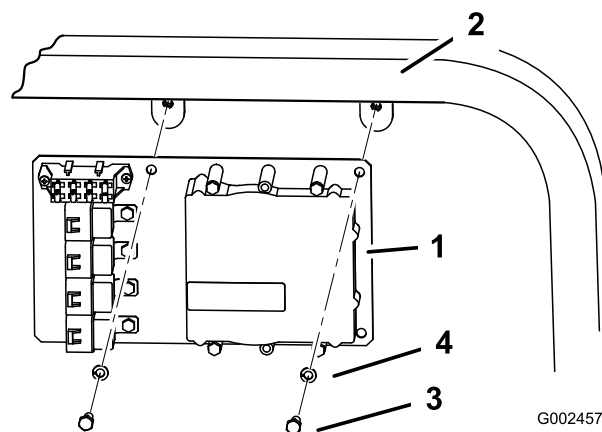

Figura 9
- Con Multi-Pro 1200 e 1250, montate la piastra di appoggio con 2 bulloni (5/16 x 3/4 pollice) e 2 rondelle di bloccaggio (5/16 pollice) come illustrato in Figura 9.